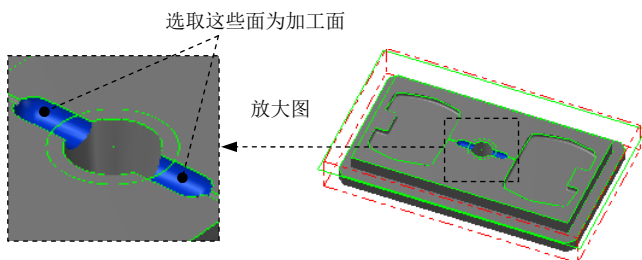
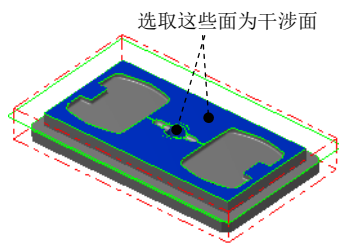

图 20.38 选取加工面
图 20.39 选取干涉面
(1) 在图形区中选取图 20.38 所示的 4 个曲面，按 Enter 键，在弹出的“刀具路径的曲面选取”对话框的 **检测** 区域中单击 ，选取图 20.39 所示的 2 个曲面，按 Enter 键。